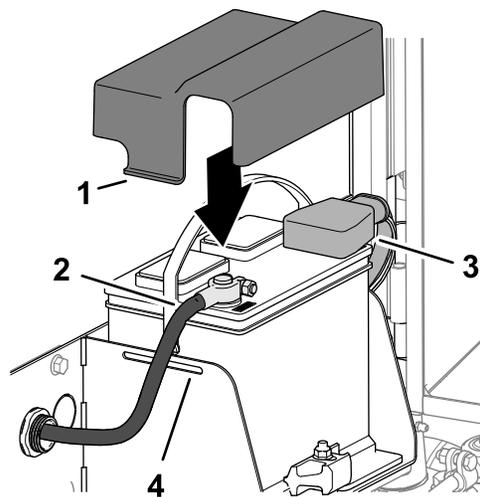

Figura 97
1. Montate il cavo positivo della batteria (rosso) sul polo positivo (+) della batteria (Figura 97).